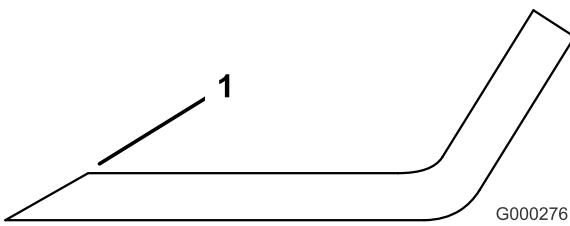

Figure 101
4. Affûtez-les s'ils sont émoussés ou ébréchés (Figure 101).